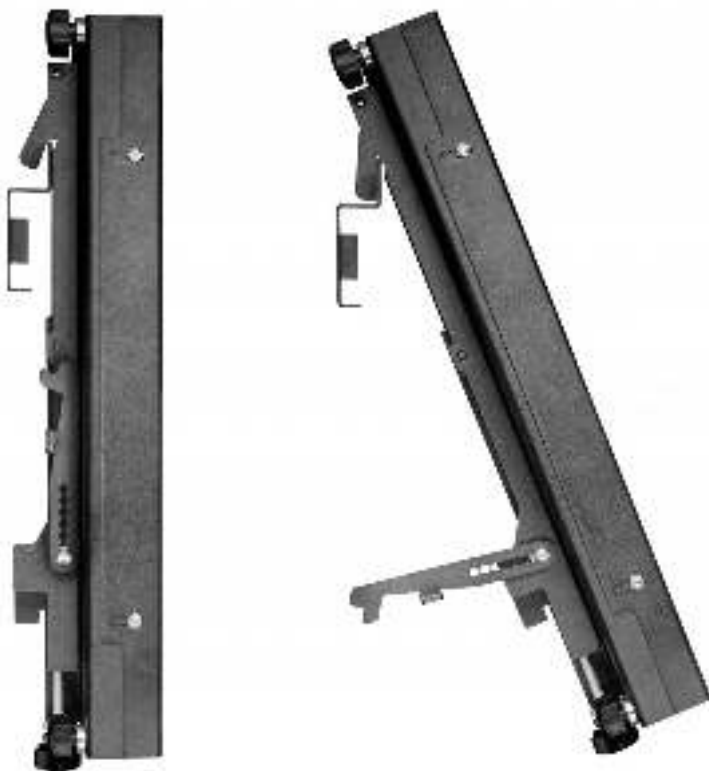

Рис. 3 Кронштейн LB-33FT, положение «для тех. обслуживания»
2. Установите ЖК – панели LD-55213S из типового комплекта VW3355FSL на подготовленный ранее кронштейн. Проведите юстировку положения панелей с помощью винтов на кронштейне. Далее переведите положение ЖК-панелей на кронштейне в откидное положение для тех. обслуживания (см. рис. 3)